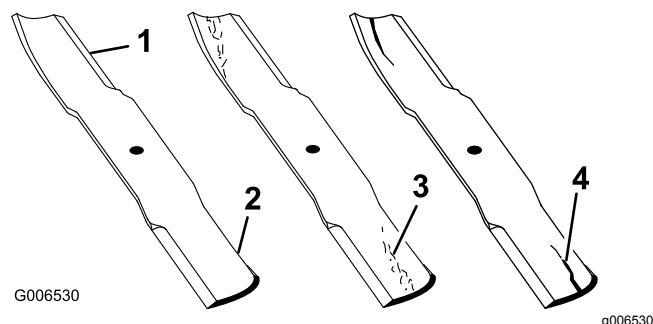

Figure 75
1. Examinez le tranchant des lames (Figure 75).
4. Remplacez immédiatement toute lame fendue, usée ou qui présente une entaille (Figure 75).